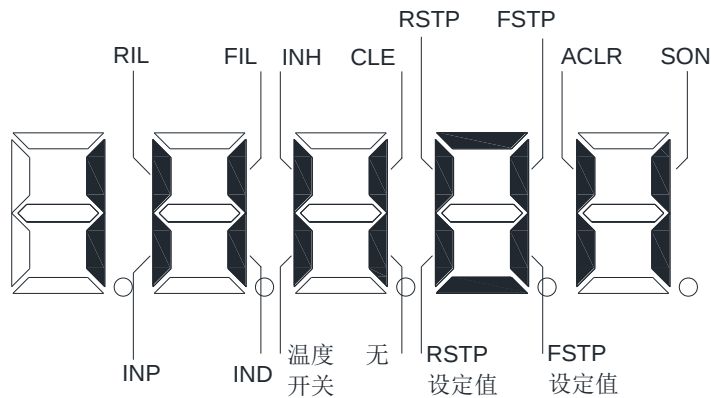
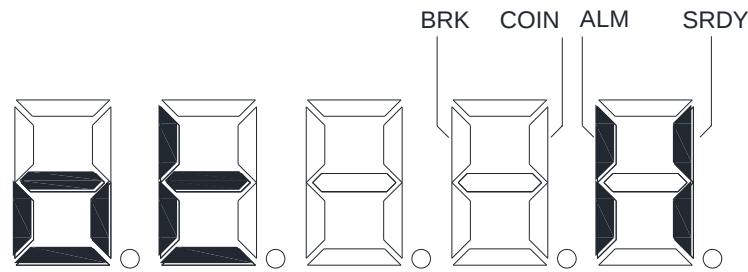

图 5-3：输入端子显示（笔划点亮表示 0N，熄灭表示 0FF）
图 5-4：输出端子显示（笔划点亮表示 0N，熄灭表示 0FF）
- [注7] 输入端子显示如图5-3所示，输出端子显示如图5-4所示。